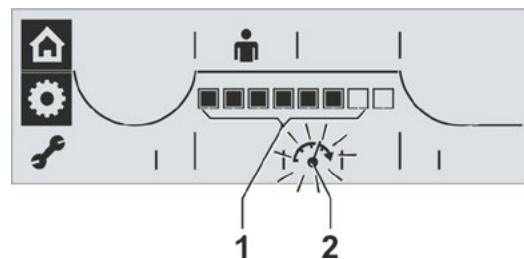

Fig. 1: Trin for omdrejningstal/reguleringstid
- Drej Drive Controller, indtil symbolet for omdrejningstal blinker (fig. 1, pos. 2). De sorte segmenter på skalaen, fig. 1, pos. 1 viser inden for de første syv positioner det aktuelt indstillede trin for omdrejningstal/reguleringstid, se også tabellen ovenfor.